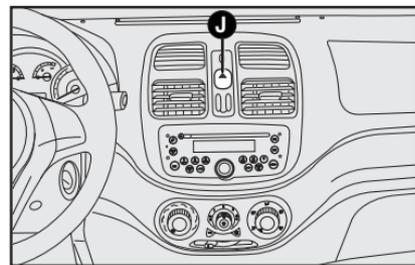

fig. 65
**Luces de emergencia - J-fig. 65** - se encienden apretando el botón **J**, independientemente de la posición de la llave de arranque.